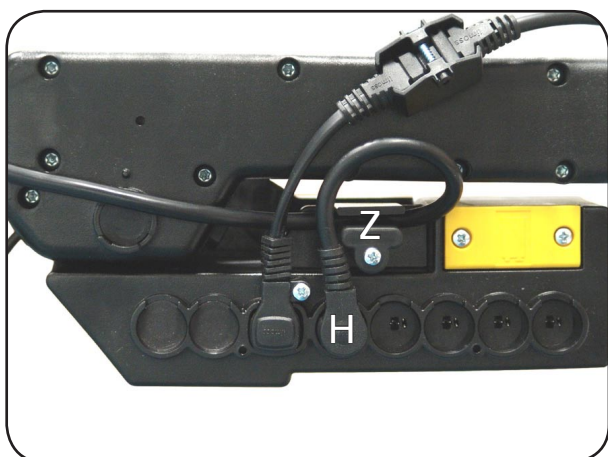

Abbildung 19
7. Schließen Sie die Handbedienung an die Steuerung an und montieren Sie die Zugentlastung (Abbildung 19).